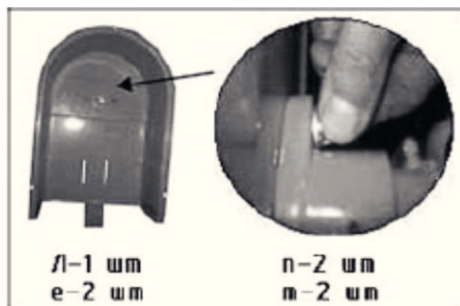

Рис. 13.
6.13. Используя 2 болта (е), 2 гайки (н) и 2 шайбы (т), установите внутренний кожух электродвигателя(Л) закрепив его на скобе(Г), как показано на Рис.13.